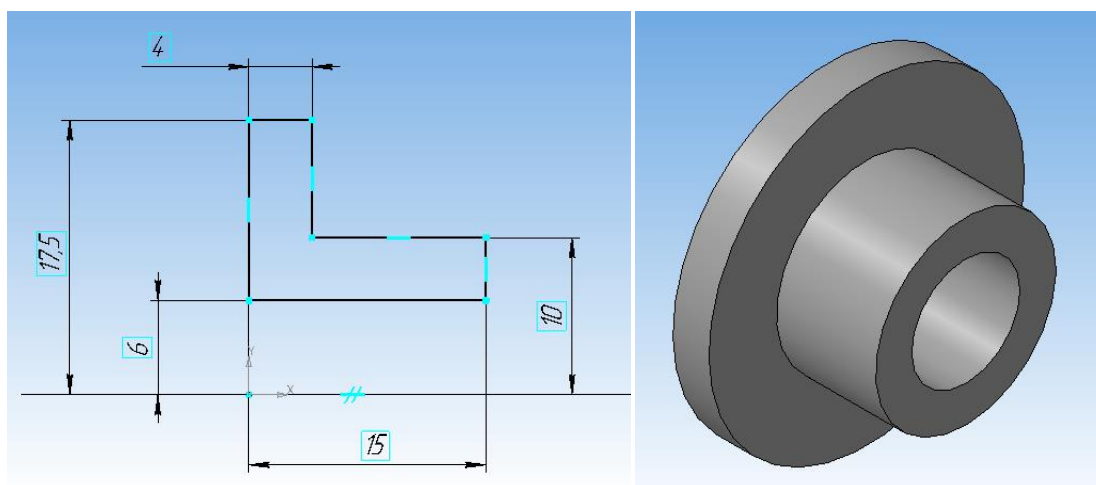

Рисунок 79.
2. Нарисуйте профиль  $\frac{1}{2}$  контура поводка. Все расстояния откладываются от горизонтальной осевой линии. Используем *Операцию вращения*(рисунок 79).